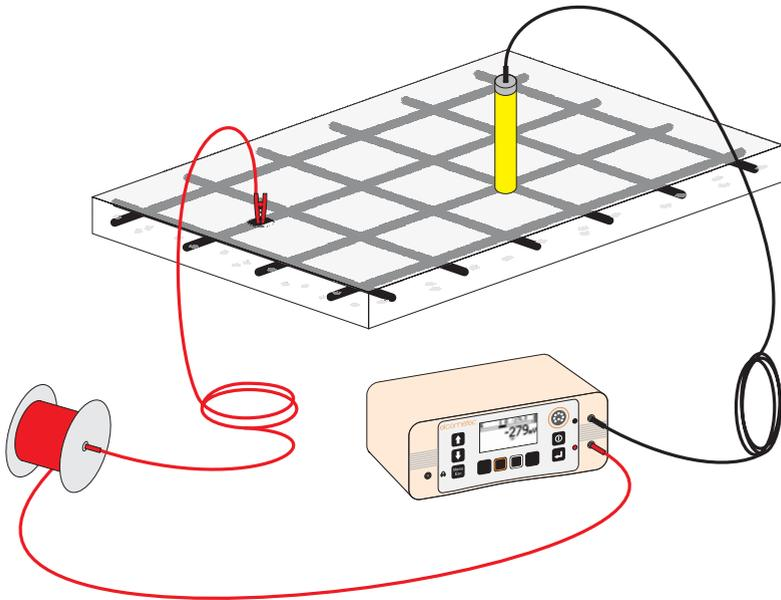

Abb. 14. Typische Konfiguration für Halbzellenmessungen.
6. Verbinden Sie das rote Kabel mit der freigelegten Bewehrung und der roten Anschlussbuchse am Gerät (Abb. 14). Verbinden Sie das schwarze Kabel mit der Halbzellensonde und der schwarzen Anschlussbuchse am Gerät.